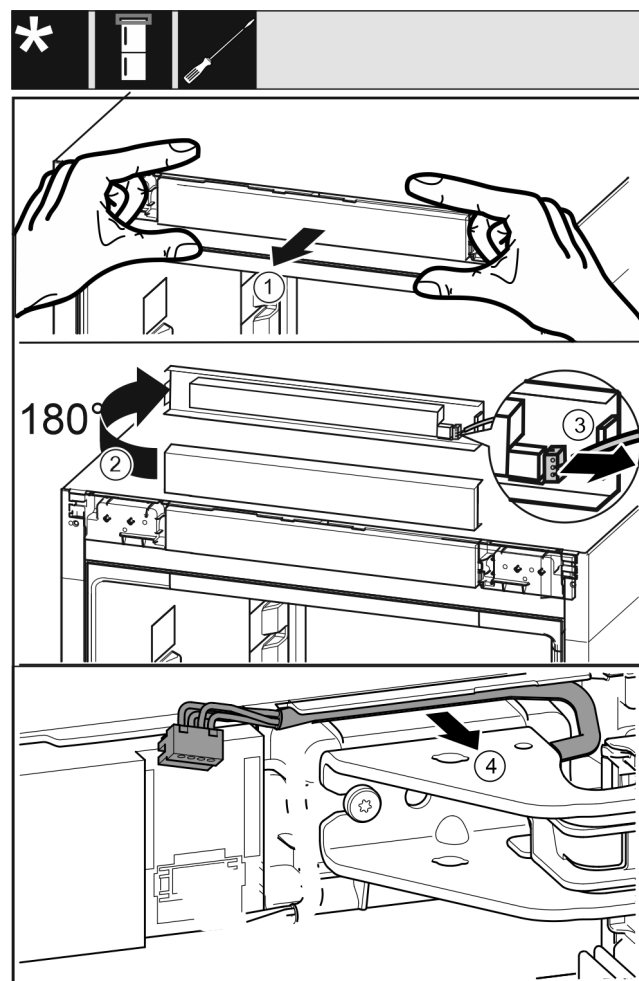

Fig. 21
- Désolidariser avec précaution le panneau de commande Fig. 21 (1) vers l'avant.
- Tourner le panneau de commande Fig. 21 (2) de 180° vers le haut.
- Pousser l'ergot Fig. 21 (3) vers l'arrière et retirer avec précaution le connecteur.
- Désolidariser avec précaution le câble Fig. 21 (4) du guide par le biais du support de palier.